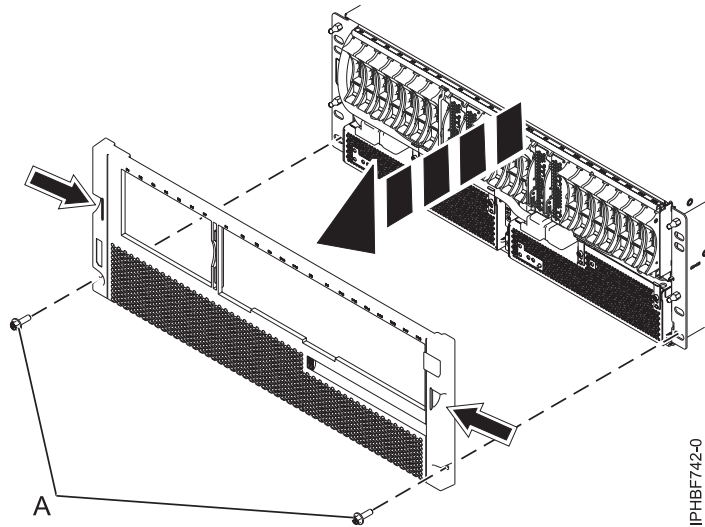

Figure 6. Retrait du support des informations de maintenance et du panneau.
- 1) Retirez les deux vis de fixations M5 (A) comme indiqué sur la figure 6, à la page 9.